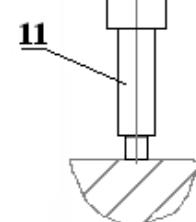

Рис. 4
- установите гидроцилиндр вертикально на шток, придерживая его рукой за задний корпус 8 (рис.4);